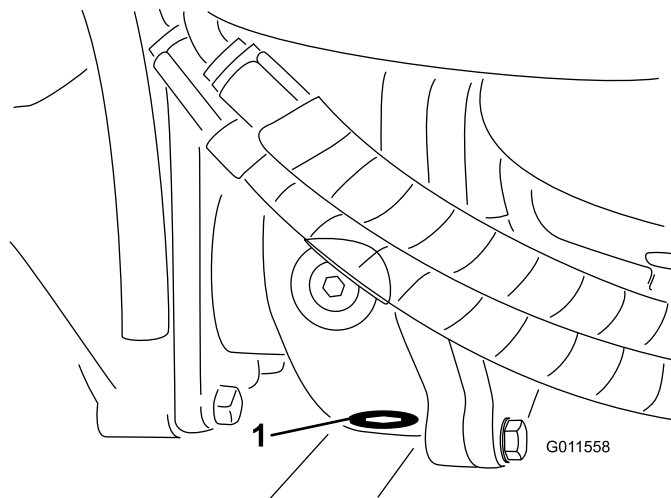

Bild 64
5. Reinigen Sie den Bereich um die Ablassschraube an der Unterseite des Getriebes (**Bild 64**).